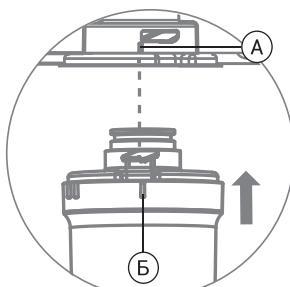

Рис. 4
- Совместите метку «I» (A) на скобе фильтра и метку «I» (Б) на картриidge (рис. 4).